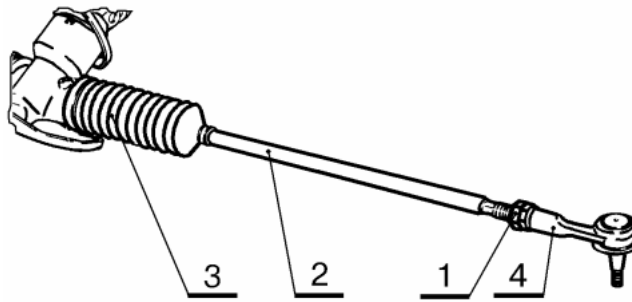

Рисунок 11 - Регулировка схождения передних колес автомобилей ВАЗ 1111:
6.3.2 Ослабить контргайки 1, рисунок 11, наконечников 4 рулевых тяг 2 (ключи гаечные 19 - 2 шт.).